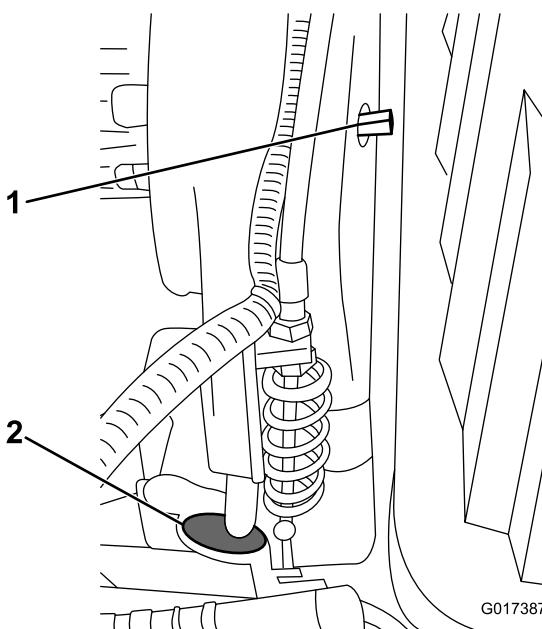

Figura 43
Per accedere alla frizione, togliete il tappo di gomma (Figura 43) dal foro nella parte anteriore della trasmissione.
La cinghia di trasmissione è tesa da una puleggia tendicinghia a molla. Per innestare/disinnestare la tensione della cinghia, utilizzate una chiave da 3/8 poll. per ruotare l'albero di innesto/disinnesto (Figura 43) nella posizione desiderata. Ruotate l'albero di 1/4 giro per disinnestare il tendicinghia dalla cinghia (Figura 44).
**Nota:** Per vedere la frizione del cilindro, togliete il tappo di gomma (Figura 43) dal foro nella parte anteriore della trasmissione.